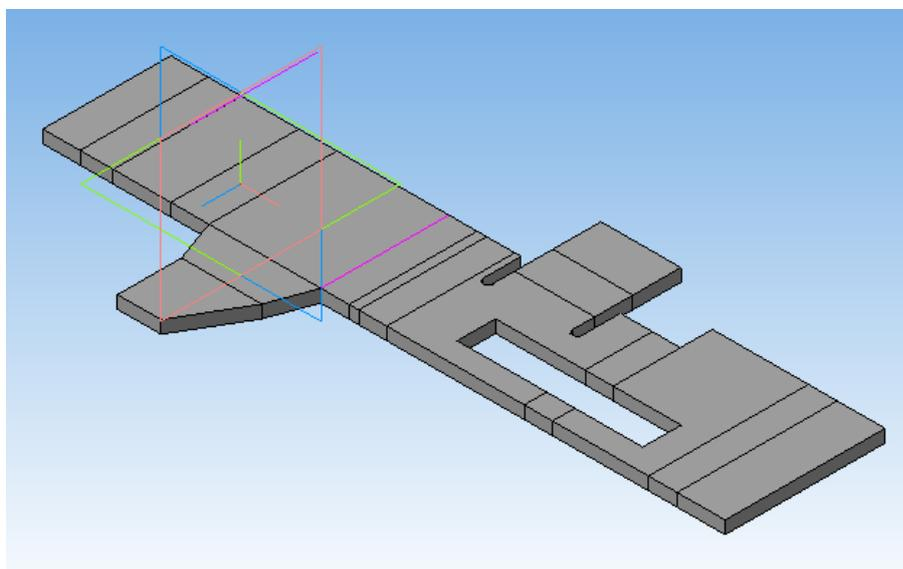

Рисунок 63.
3. На панели «Элементы листового тела» нажмем кнопку «*Развертка*»  система сформирует развертку листовой детали (рисунок 63).